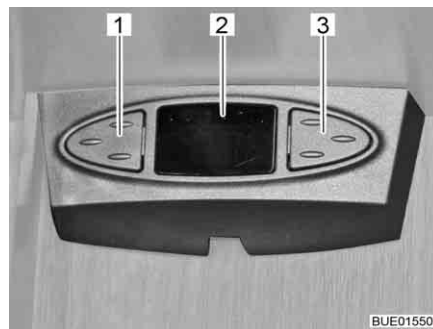

Bild 29 Satellitmus
Beroende på modell är satellitanläggningen försedd med en satellitmus. Satellitmusens indikatorer (Bild 29,2) visar den inställda kanalen. Via de båda knapparna kan satellitanläggningens grundläggande funktioner styras (sändarbyte, sätta igång/stänga av).
- Välja föregående sändare från sändarlistan: Tryck ner vänster knapp (Bild 29,1).
- Välja nästa sändare från sändarlistan: Tryck ner höger knapp (Bild 29,3).
- Växla mellan radio och tv: Tryck samtidigt kort på knapparna (Bild 29,1 och Bild 29,3).
- Till- och fränkoppling av mottagare: Tryck samtidigt kort på knapparna (Bild 29,1 och Bild 29,3) och håll ner dem.